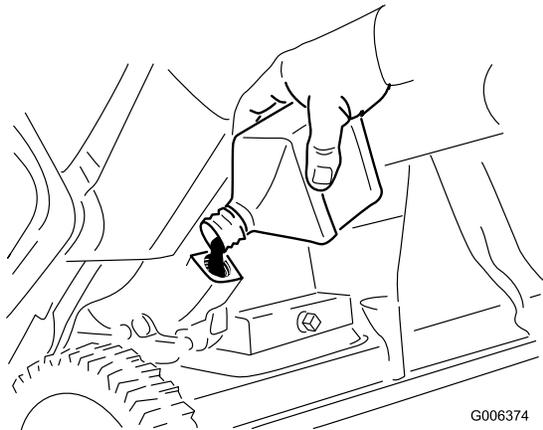

Figure 26
8. La machine étant en position d'utilisation, versez **lentement** de l'huile dans l'orifice de remplissage jusqu'au niveau de trop-plein (Figure 26).